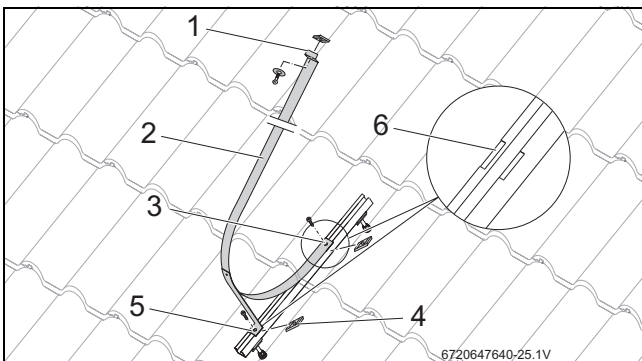

Fig. 46 Fijar la abrazadera del acumulador
- ▶ Introducir el tornillo en el extremo delantero de la abrazadera del acumulador (Fig. 46, [3]) y enroscar la tuerca corredera [4], hasta que se note una ligera resistencia.
- ▶ Introducir el tornillo en la escuadra de apoyo de la abrazadera del acumulador (Fig. 46, [5]) y enroscar la tuerca corredera hasta que se note una ligera resistencia.
- ▶ Colocar el extremo delantero de la abrazadera del acumulador en la muesca de apoyo (Fig. 46, [6]) y apretar el tornillo.
- ▶ Colocar la escuadra de apoyo de la abrazadera del acumulador (Fig. 46, [5]) en la segunda muesca de apoyo y apretar el tornillo.
- ▶ Colocar en el extremo trasero de la abrazadera del acumulador (Fig. 46, [1]) el tornillo, la arandela y la tuerca corredera. ¡No atornillar este extremo todavía!
- ▶ Introducir el tornillo en el extremo delantero de la abrazadera del acumulador (→ Fig. 46, [3]) y enroscar la tuerca corredera [4], hasta que se note una ligera resistencia.
- ▶ Introducir el tornillo en la escuadra de apoyo de la cinta del acumulador (→ Fig. 46, [5]) y enroscar la tuerca corredera hasta que se note una ligera resistencia.
- ▶ Colocar el extremo delantero de la abrazadera del acumulador en la muesca de apoyo (→ Fig. 46, [6]) y apretar el tornillo.
- ▶ Colocar la escuadra de apoyo de la abrazadera del acumulador (→ Fig. 46, [5]) en la segunda muesca de apoyo y apretar el tornillo.
- ▶ Colocar en el extremo trasero de la abrazadera del acumulador (→ Fig. 46, [1]) el tornillo, la arandela y la tuerca corredera. No atornillar este extremo todavía!